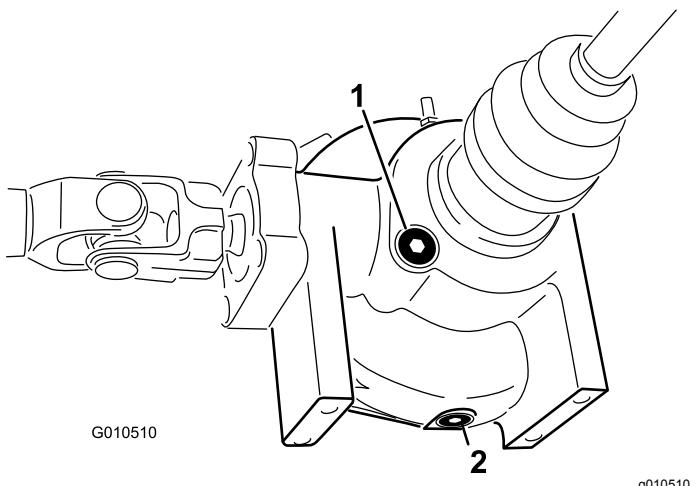

Figura 52
2. Limpe a área em torno do tampão de escoamento na parte lateral do diferencial (Figura 52).